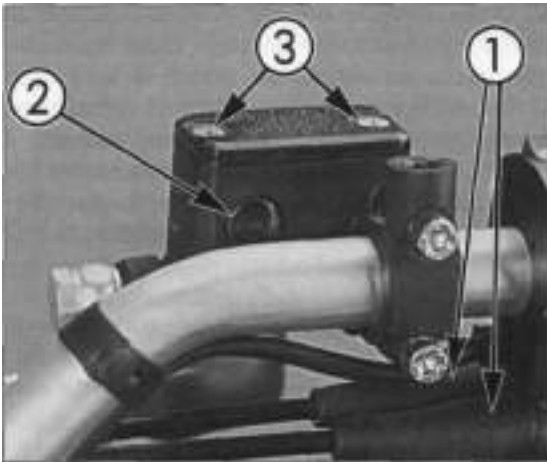

Bild 12
• Kleinere Einstellungen am oberen Einsteller (am Gasgriff, Bild 12) vornehmen. Zum Einstellen des Spiels Gegenmutter lösen und Einsteller drehen. Anschliessend wieder kontern.